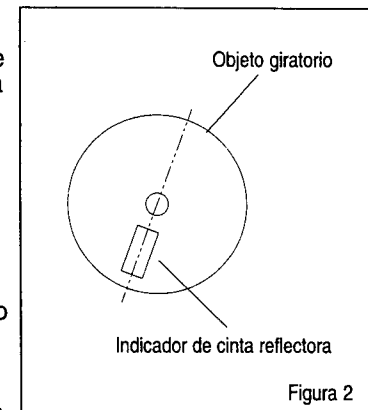

Figura 2
2. Corte un pedazo de cinta reflectora de aproximadamente 2 cm (3/4") de largo y colóquela sobre el objeto que se va a medir, ver la Figura 2. Coloque siempre el indicador en línea con el diámetro del objeto (como muestra la línea de puntos en la Figura 2).